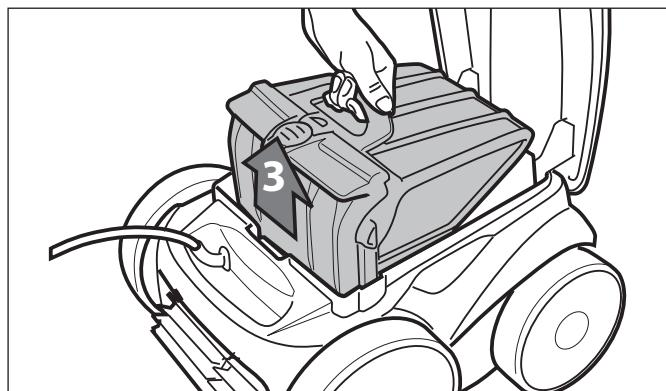

Figura 22. Retire la caja del depósito del filtro
4. Retire el depósito del filtro de la carrocería, como se muestra en la Figura 22.